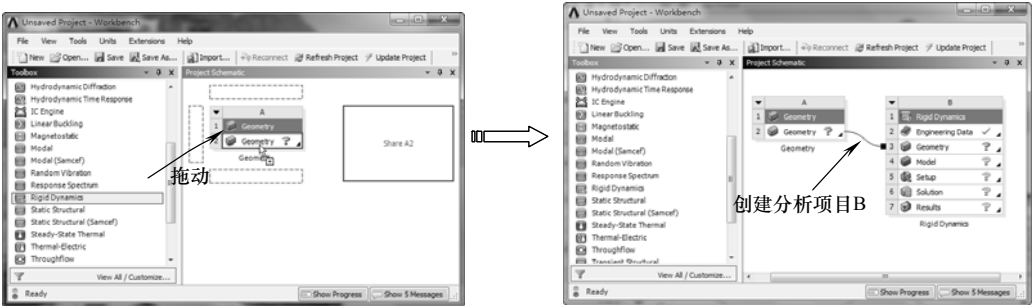

图 9-6 创建分析项目 B
4) 在【Toolbox (工具箱)】中【Analysis Systems】下的【Rigid Dynamic】选项上按住鼠标左键，拖动到【Project Schematic (项目管理区)】分析项目 A 中的 A2 上，当 A2 呈红色高亮显示时，释放鼠标创建分析项目 B，如图 9-6 所示。